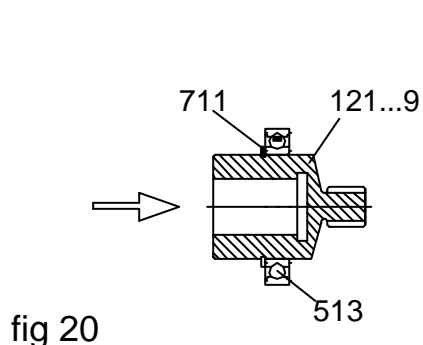

fig 20
1- Montamos el rodamiento del piñón de entrada (513) sobre el piñón (121...9) y a continuación colocamos el anillo seeger (711).(fig.20).